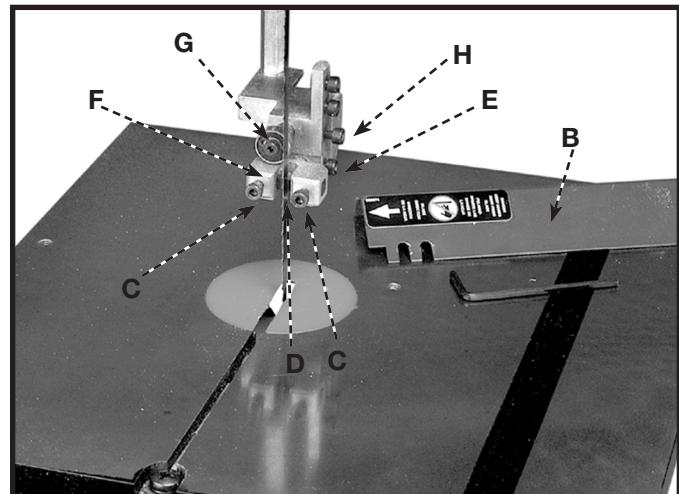
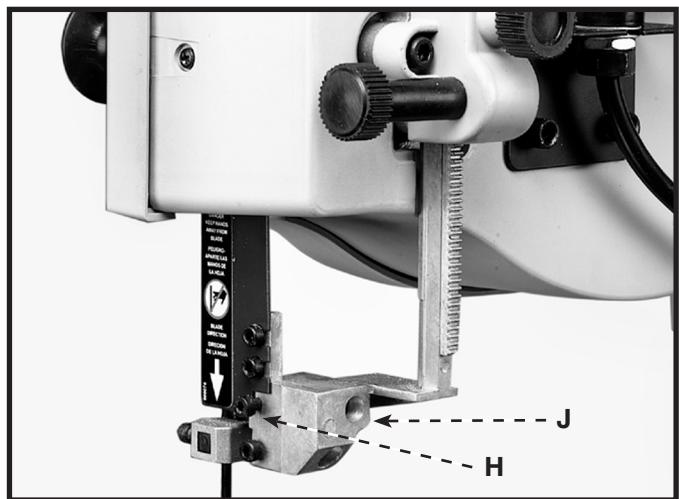

Fig. 27
Fig. 28
**AVERTISSEMENT** Débrancher l'appareil de la source d'alimentation. Upper blade guard (b) Fig. 27 is shown removed for clarity. Always make sure the upper blade guard is installed and properly adjusted before operating the band saw.
1. Desserrer les deux vis (C) fig. 27, et régler les guides de lame (D) aussi près que possible des côtés de la lame de scie en étant prudent de ne pas pincer la lame. Serrer les deux vis (C).
2. Desserrer la vis (E) fig. 27, et déplacer le support du guide (F) vers l'intérieur ou vers l'extérieur jusqu'à ce que le bord avant des guides (D) soient juste derrière les « gorges » des dents de lame. Resserrer la vis (E).
3. Le roulement d'appui supérieur (G) fig. 27, empêche que la lame de scie soit poussée trop loin lors de la coupe. Le roulement d'appui (G) doit être réglé environ à 0,8 mm (1/32 po) derrière la lame. La lame devrait également chevaucher le diamètre externe du roulement d'environ 3,2 mm (1/8 po). Pour effectuer un réglage :
4. Desserrer la vis (H) fig. 28, et coulisser le roulement d'appui (G) vers l'intérieur ou vers l'extérieur jusqu'à ce qu'il soit à environ 0,8 mm (1/32 po) derrière la lame de la scie.
5. Le roulement d'appui supérieur (G) fig. 27, est réglé sur un arbre à excentrique. Pour modifier la position du roulement (G), utiliser un tournevis droit pour tourner l'arbre (J) fig. 28, jusqu'à ce que la lame chevauche correctement le roulement d'appui. Puis serrer la vis (H).